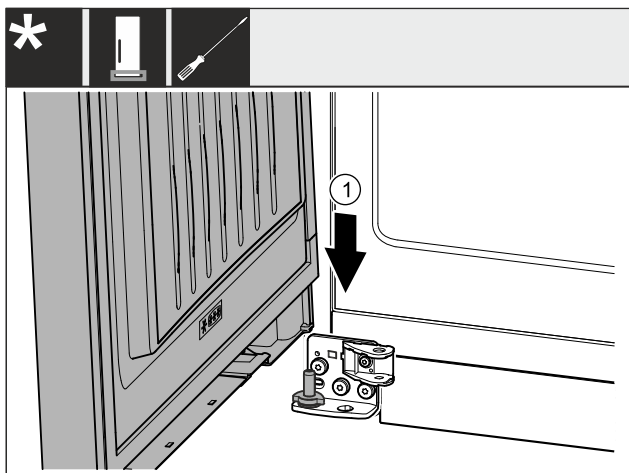

Fig. 30
- ▶ Встановіть дверцята зверху на нижній опорний гвинт. Fig. 30 (1)